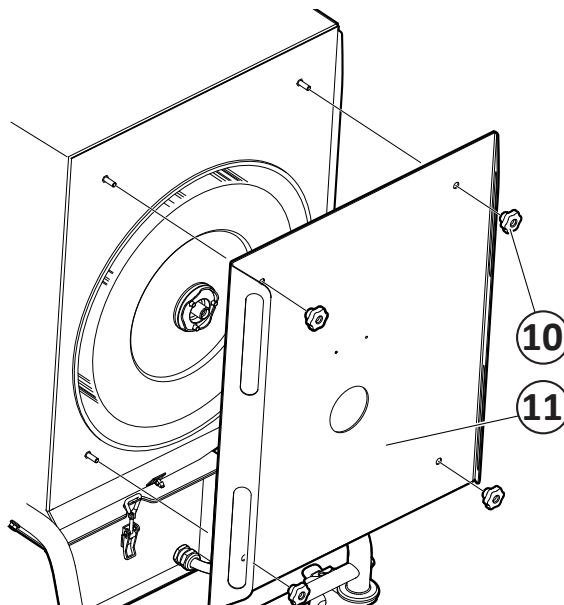

Fig. 20
5. Afloje las tuercas de bloqueo (6) de la placa de la cubierta (7).
6. Desmonte el cojinete (8).
7. Afloje las manivelas (10, Fig. 20) y retire la trampilla del filtro (11).
5. Vuelva a colocarla y fije la trampilla del filtro (10, Fig. 20) en la estructura. Asegúrese de que el cartucho del filtro esté centrado con el orificio de la trampilla del filtro y compruebe que el sello entre la trampilla y la estructura es el adecuado.
11. Vuelva a colocarla y fije la trampilla del filtro (10, **Fig. 20**) en la estructura. Asegúrese de que el cartucho del filtro esté centrado con el orificio de la trampilla del filtro y compruebe que el sello entre la trampilla y la estructura es el adecuado.